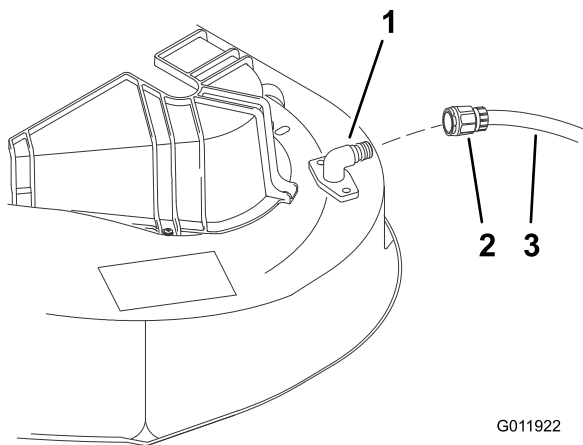

Figura 29
2. Conecte el acoplamiento de la manguera al extremo del conector de lavado del cortacésped, y abra el grifo al máximo (Figura 29).